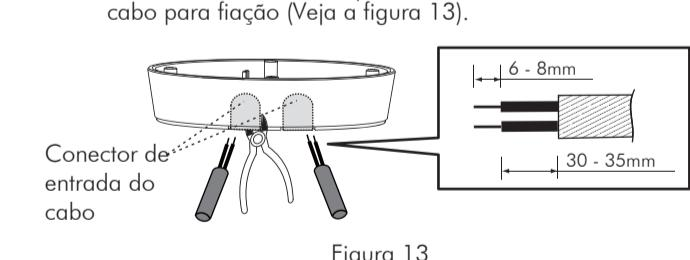

Figura 13
3.4.3.2 Para alimentar os cabos de potência AC através da lateral da caixa de junção, por favor use os alicates de corte para romper os conectores da entrada do cabo na lateral da caixa de junção e, em seguida, insira os cabos na caixa de junção, alimentando-os. Descasque 6 ~ 8mm do revestimento do cabo para fiação (veja a figura 13).